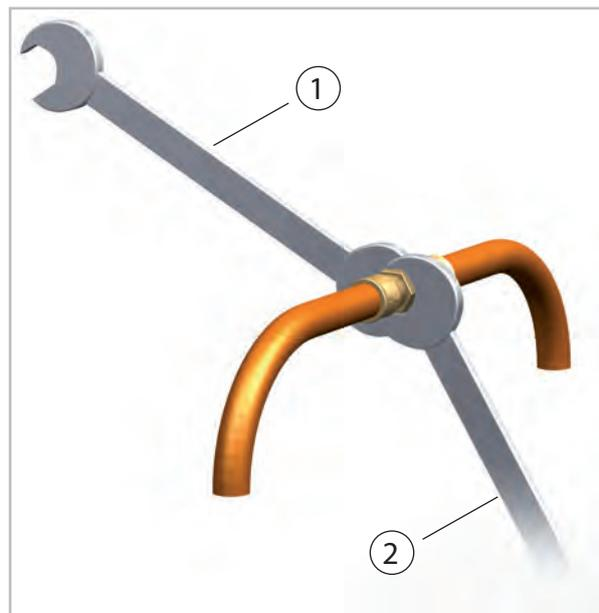

Fig. 35: Serrage des raccords vissés
11. ➤ Serrez ensuite définitivement les raccords vissés à l'aide de 2 clés plates de taille appropriée. Lors du vissage, utilisez toujours l'une des clés plates pour contre-serrer (Voir la Fig. 35).